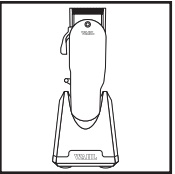
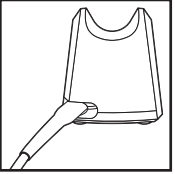

FIGURA 2
FIGURA 3
- Para unidades con base de recarga,** coloque la cortadora en la base de recarga con la placa de identificación orientada hacia delante. *(Figura 2)* Conecte el enchufe del cable de alimentación a la base de recarga primero, y luego al tomacorriente. *(Figura 3)* *(No todas las unidades vienen con bases de recarga.)*